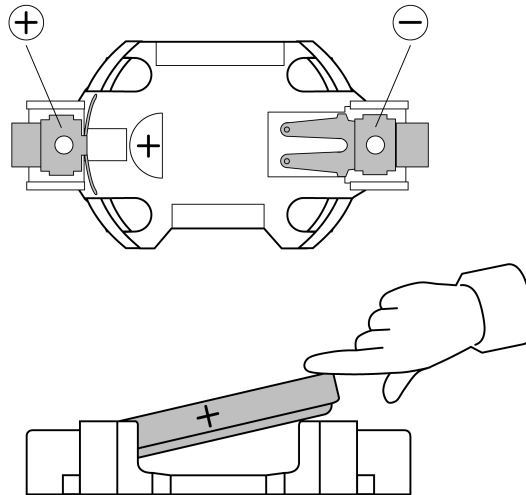

Bild 3: Batterie einlegen
- Neue Batterie einlegen. Dabei auf die korrekte Polarität achten (Bild 3).